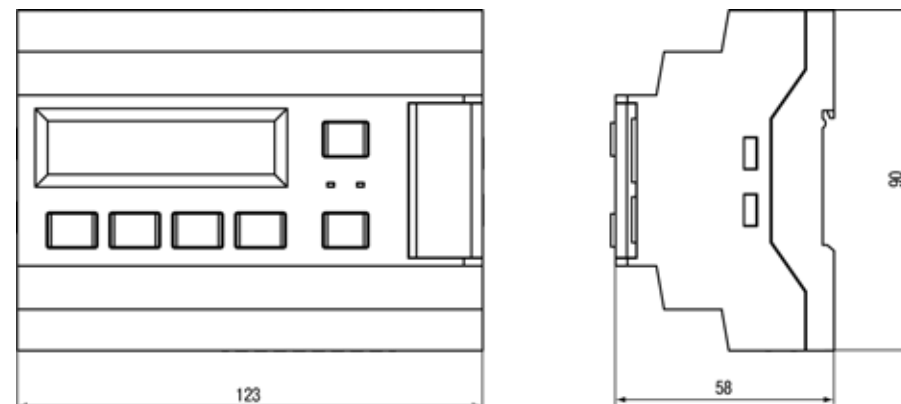

Рисунок 8.2 – Габаритный чертеж прибора
1. Произвести подготовку на DIN-рейке места для установки прибора в соответствии с размерами прибора (см. рисунок 8.2).